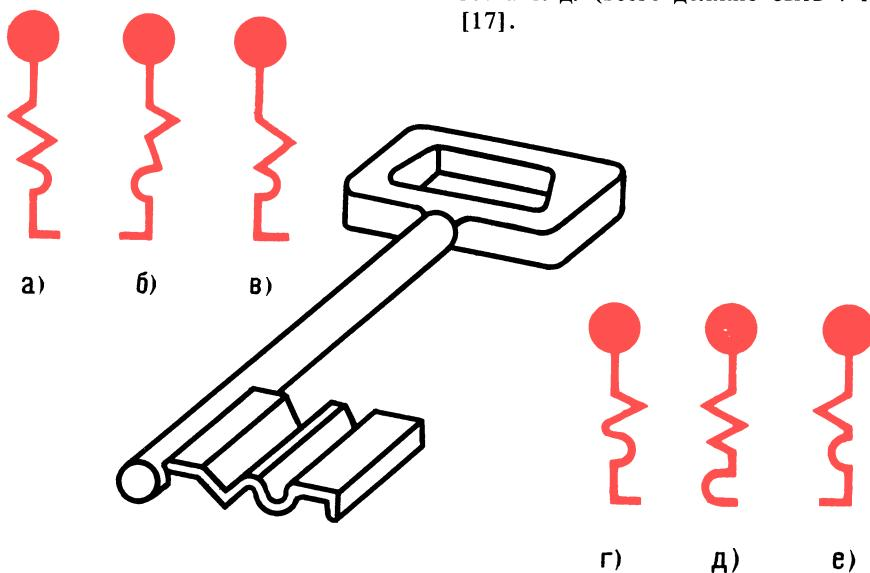

Рис. 24. К задаче 31
31. Определите, к какой скважине подходит ключ (рис. 24, а — е).
31. Скважина на рис. 24, в.